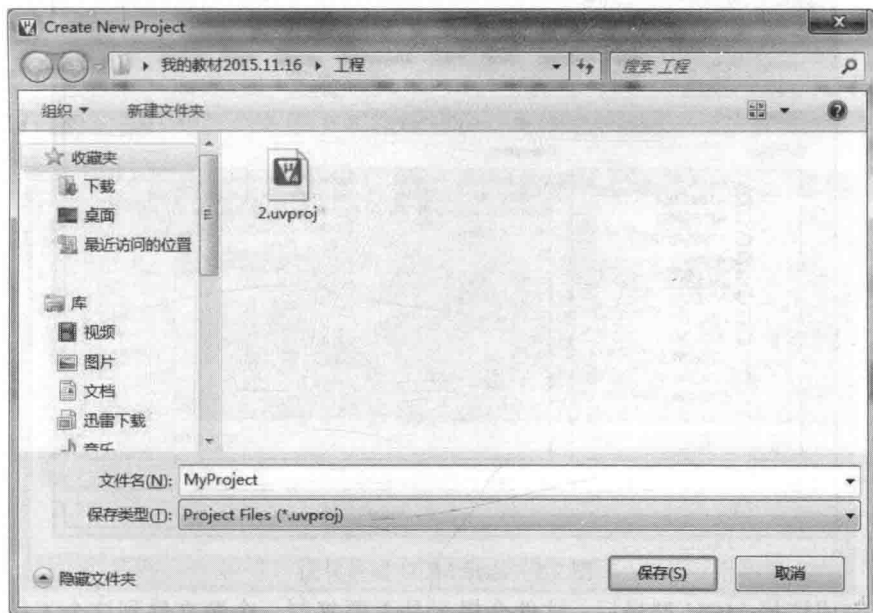

图 2.3 建立存放目录界面
② 为工程选择一个存放的目录并取一个名字, 建议每个工程单独建立一个目录存放, 并将工程中所需要的文件都放在这个目录下。名字可以用中文, 建议文件名为“MyProject”, 保存类型为默认, 最后点击保存。如图 2.3 所示。